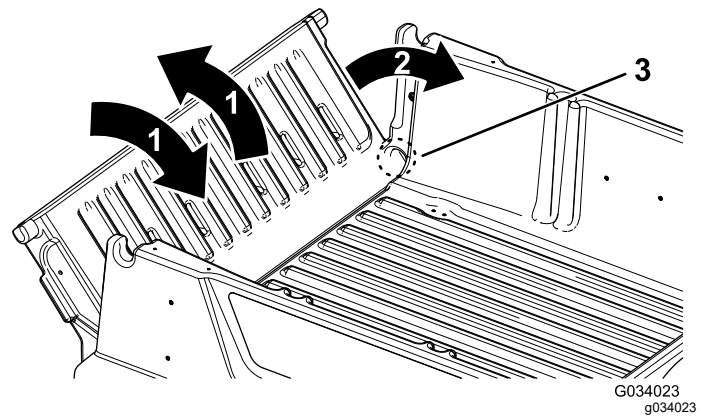

Bild 16
3. Drehen Sie die Heckklappe mehrmals mit kurzen, schüttelnden Bewegungen (**Bild 16**).
2. Drehen Sie die Heckklappe auf eine ungefähre Stellung von 45° (**Bild 16**).